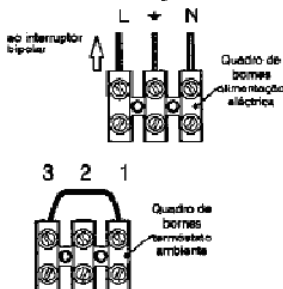

fig. 5.8
- 1 Ligar o cabo de alimentação eléctrica proveniente do interruptor omni-polar ao quadro de bornes de alimentação eléctrica da caldeira fig. 5.8 respeitando a correspondência da linha (fio castanho) e do neutro (fio azul).
Para a ligação de um termostato ambiente servir-se do quadro de bornes termostato ambiente da caldeira fig. 5.8